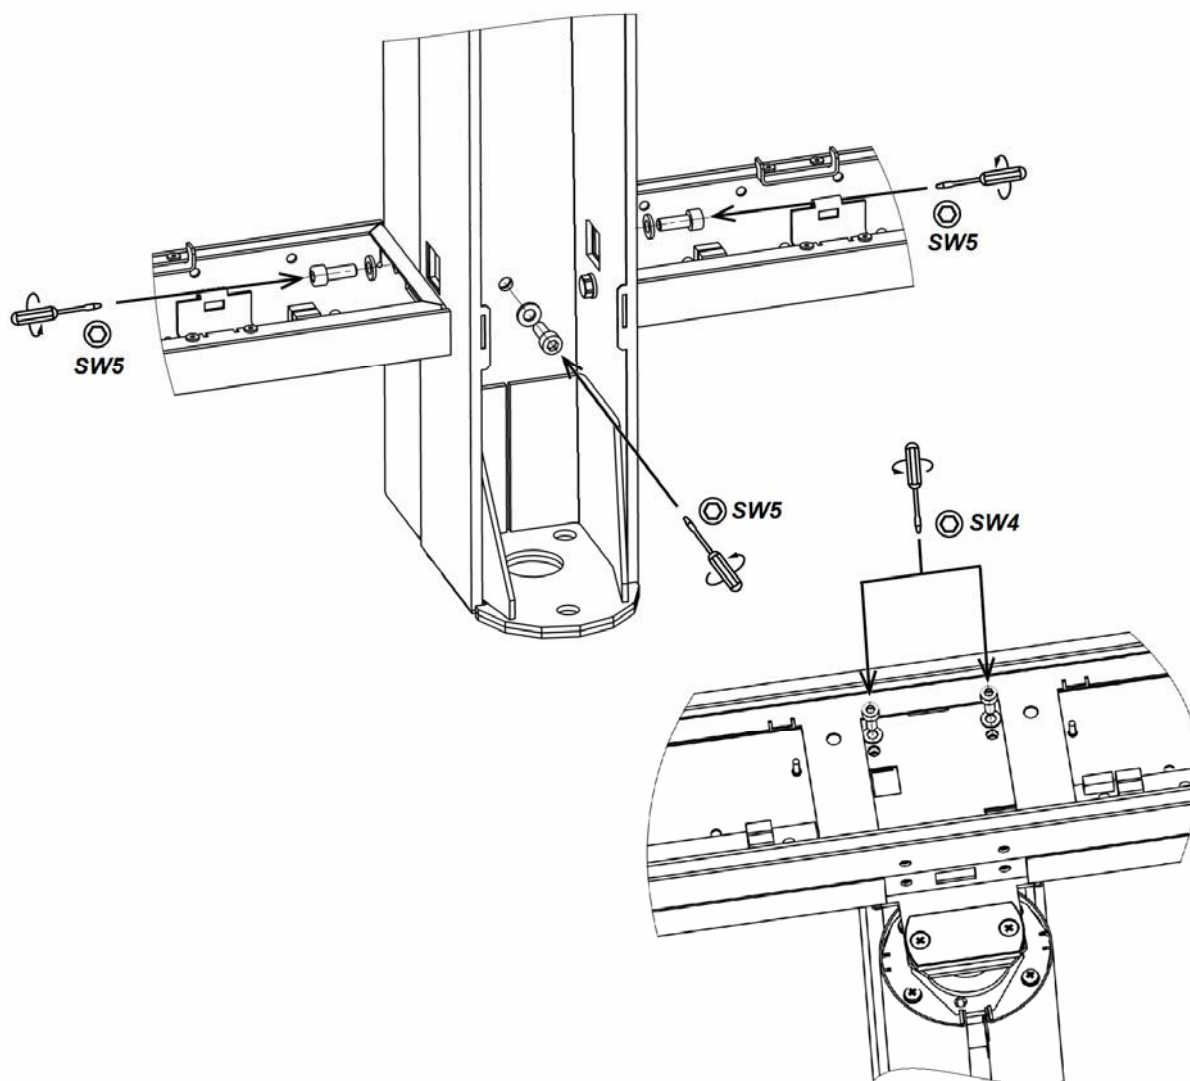

Рисунок 29. Демонтаж задней панели центральной стойки
1. Снимите верхнюю крышку секции (10) (см. разд. 8.9.6) и две защитные пластины.
2. Снимите блок индикации на центральной стойке (3) (см. разд. 8.9.5).
3. Снимите кожух створки (4) (см. разд. 8.9.4).
4. Снимите кожух центральной стойки (5) (см. разд. 8.9.1).
5. Снимите обе крышки нижнего короба (14) (см. разд. 8.9.7).
6. Для секции **PERCo-ST-01**: Снимите заднюю панель центральной стойки (6). Для этого открутите 2 винта M6×16 (под шестигранный ключ SW5) в нижних коробах, один винт M6×16 (под шестигранный ключ SW5) в нижней части центральной стойки и два винта M5×12 (под шестигранный ключ SW4) в верхнем коробе (см. рис. 29).